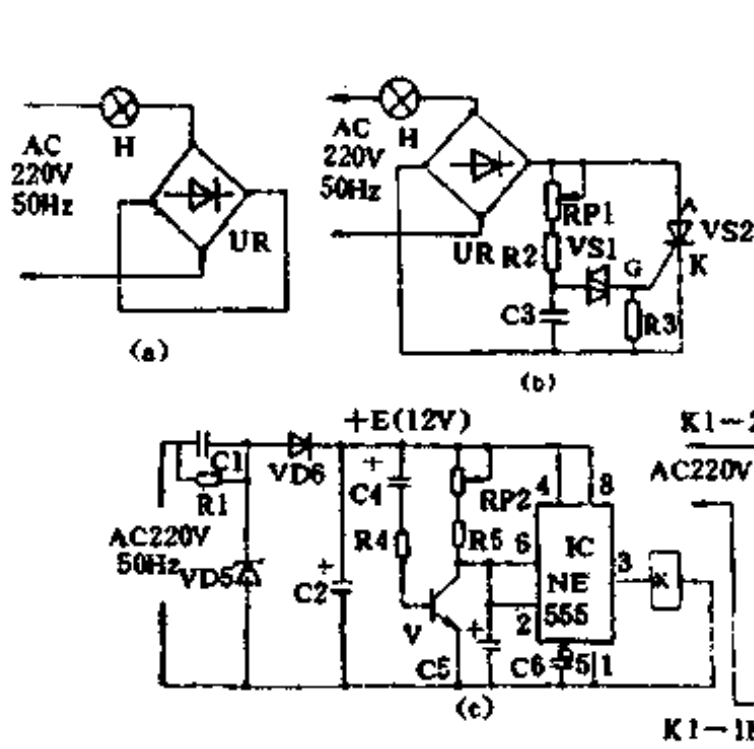
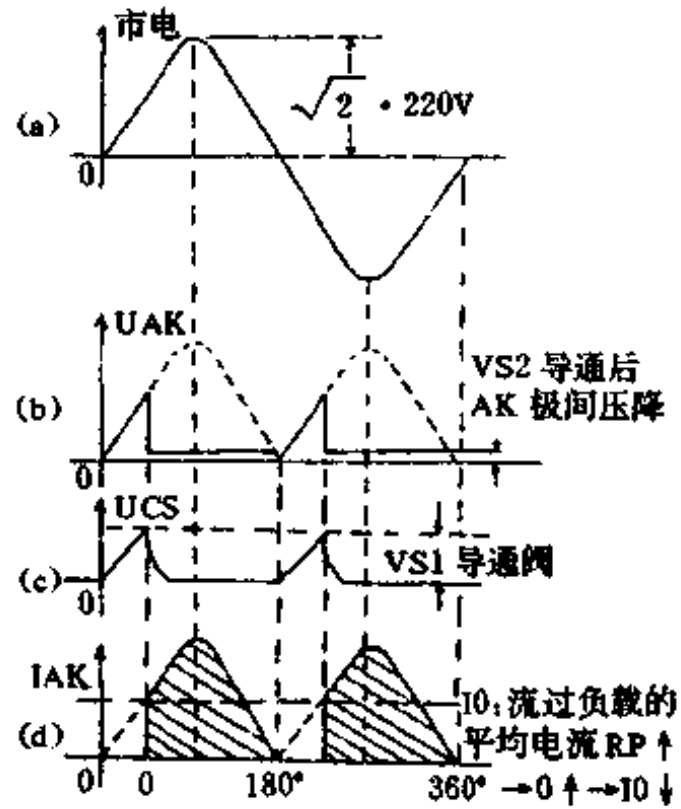

图 1-226
图 1-227
明”位。此时 S1-2、S1-3 将整流桥 UR 的输出端短路,使 220V 电压直接加在灯泡 H 两端,所以 H 发强光,其等效电路如图 1-226(a)所示。
S1-1 改置“2”位为“调光”位。等效电路如图 1-226(b)所示。市电经 H 灯和 UR 整流后,其波形如图 1-227(d)所示(虚线,即未经滤波的全波整流波形)。C3 上的电压 U_{C3} (见图 1-227(c)所示随 U_{AK} 上升而被充电,当 $U_{C3} \uparrow \geq V_{no}$ (V_{S1} 转折电压)时, V_{S1} 导通并触发 V_{S2} 也导通,于是市电经 H 灯、UR 桥和 V_{S2} 形成回路, H 被点亮。同时 U_{C3} 上的电荷经 V_{S1} 和 R3 放电,使 $U_{C3} \downarrow \approx 0$ 。在市电“拐点”(180°时),单向硅 V_{S2} 关断;下半周期仍重复上述工作过程。流过 H 灯的电流波形如图 1-227(d)所示,其中 V_{S2} “ θ ”叫做导通角。调大 RP1, C3 的充电时间常数放大, U_{C3} 上升到 V_{S1} 转折电压 V_{no} 值所需的时间变长,即 $\theta \uparrow$,从而使 V_{S2} 在周期内导
S₁ 置“3”位为“延时”(关灯)位, 其简化电路如图 1-226(c)所示。市电经 C1 降压、VD5/VD6 整流、稳压(VD5 之 $V_z = 13V$, $I_F > 200mA$), 整流稳压兼用)、C2 滤波形成 +E (12V) 为单稳态电路 IC (NE555) 供电。通电之初, 因 C4 上的电平不能突变, 因此 +E 经 C4、R4 使 V 产生很大的偏流 I_b , 于是 V 饱和导通, IC 的②脚电位迅速降到 $1/3E$ (4V) 以下, IC 被触发而进入“暂态”, ③脚变为高电平, K1 吸合, 两组常开触点 K_{1-1K}/K_{1-2K} 接通将市电引入 H 灯(亮)。由于 +E 对 C4 的充电作用, 使 V 的基极电位下降, 使 V 截止, +E 经 RP2、R5 向 C5 充电, 经 $T_d = 1.1(R5 + RP2)C5$ 时间之后, IC 的⑥脚电平上升到 $2/3E$ (8V) (高电平), 于是 IC 又翻回稳态, ③脚变 0 电平, K1 断灯熄, 延时结束。为了便于操作, 还可在 C4 两端并入一个轻触式按钮开关 S, S 每按动一次, H 灯点亮 T_d 段时间后自熄。 T_d 的长短可以通过调节 RP2 而定。